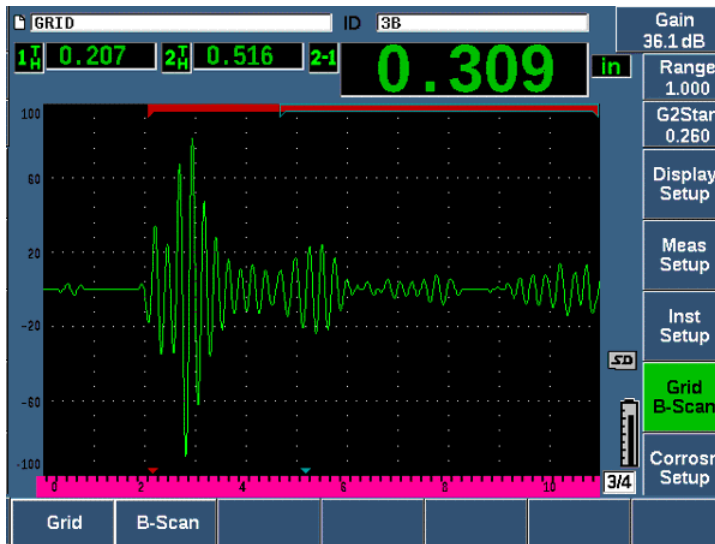

Figura 11-44 Elemento del menu B-scan
1. Passare all'elemento del menu **B-scan** (gruppo 3/4) illustrato nella Figura 11-44 a pagina 324.